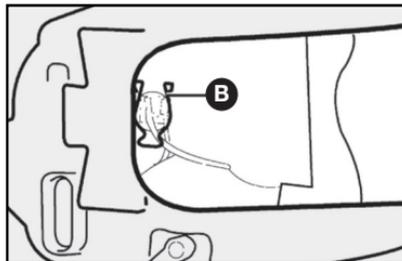

fig. 29
3) retirar el portalámparas presionando las presillas **B-fig. 29** abriendolas lateralmente;